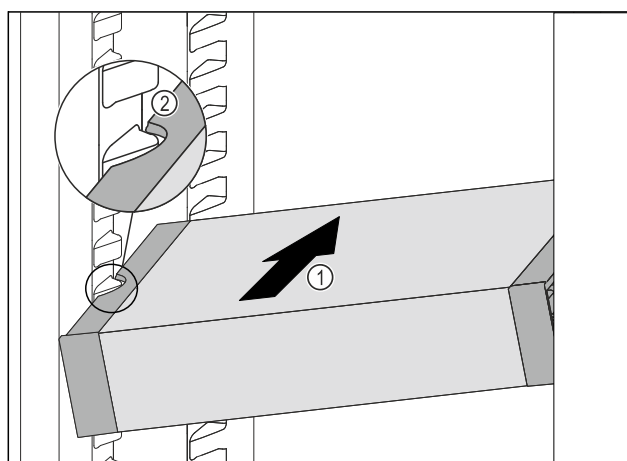

Fig. 178
- Zasuňte VarioSafe do chladničky pod úhlem tak Fig. 178 (1), aby vybrání na bocích Fig. 178 (2) VarioSafe byla na úrovni žebrování na nádoby v chladničce.